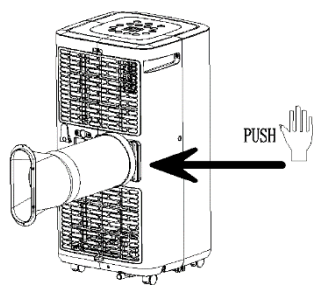

Fig.2
- Veuillez raccorder les deux adaptateurs du tuyau d'air vicié en les vissant à chaque extrémité du tuyau puis fixez le tuyau d'air vicié à l'arrière du climatiseur mobile local (voir fig.2).